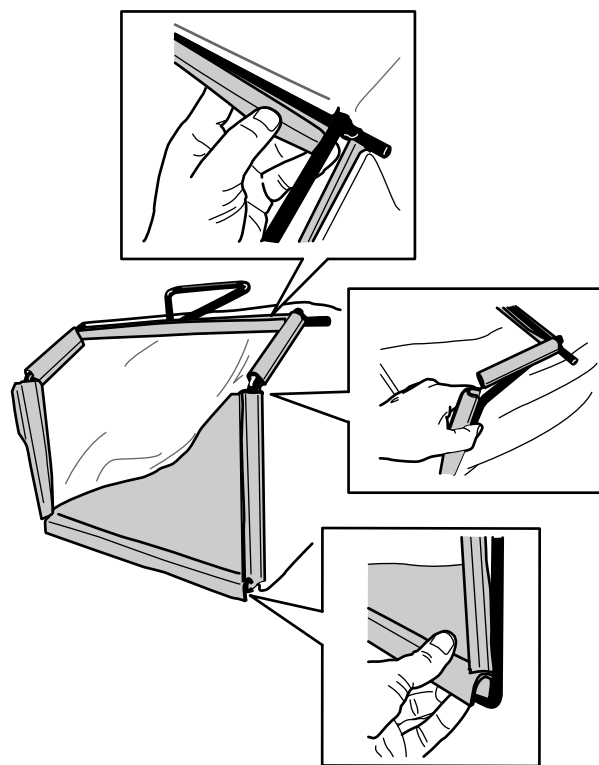

Рисунок 7
2. Зацепите нижний обод мешка за нижнюю часть рамы (Рисунок 7).
3. Зацепите верхний и боковой обод мешка за верхнюю и боковые стороны рамы, соответственно (Рисунок 7).